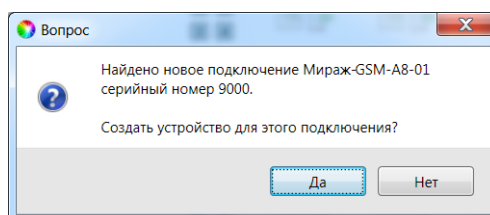

Рис. 5.4. Окно *Вопрос*
7. После подключения контроллера к ПК откроется мастер создания устройства, с помощью которого можно сразу задать основные параметры контроллера. В окне *Вопрос* нажмите кнопку *Да* (рис. 5.4).